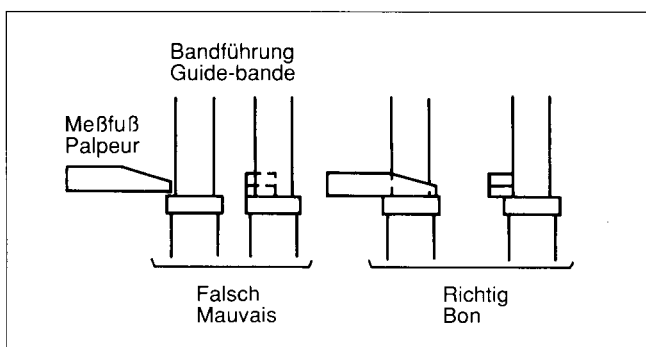

Fig. 42
4. Die Höhenmeßuhr so auf die Einstellplatte stellen, daß der Meßfuß an der Führung, z.B. P2 anliegt. Fig. 42
4. Placer le comparateur sur le gabarit, de sorte que le palpeur soit en contact avec le guide (P2 par exemple). Fig. 42